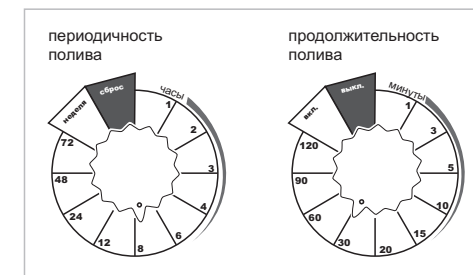

Рис. 5
2. Настройте периодичность полива от 1 часа до 7 дней* (см. Рис. 5)
3. Настройте продолжительность полива от 1 до 120 минут (см. Рис.5)